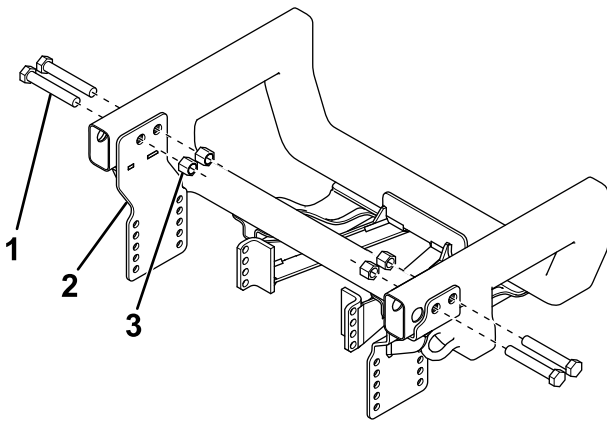

Bild 2
6. Befestigen Sie die Seitenhalterungen mit vier Schrauben (3/4") und vier Muttern am Fahrzeugrahmen (**Bild 2**).